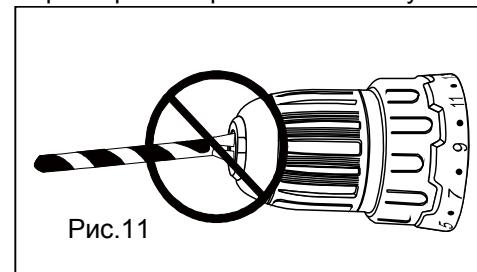

Рис.11
**ВНИМАНИЕ!** Никогда не закрепляйте оснастку как показано на рисунке (Рис.11). Оснастка должна быть зафиксирована ровно и всеми губками патрона одновременно.